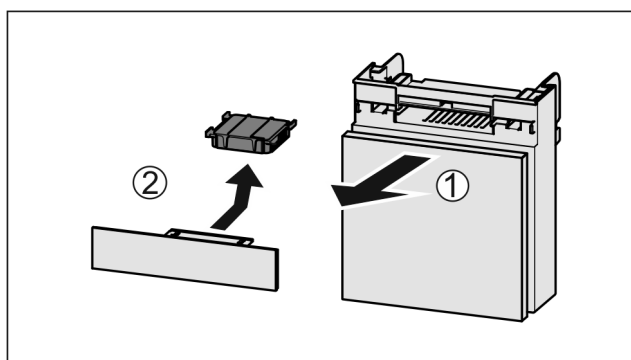

Fig. 157
- ▶ Издърпайте Fig. 157 (1) напред отделението.
- ▶ Извадете Fig. 157 (2) филтъра с активен въглен.